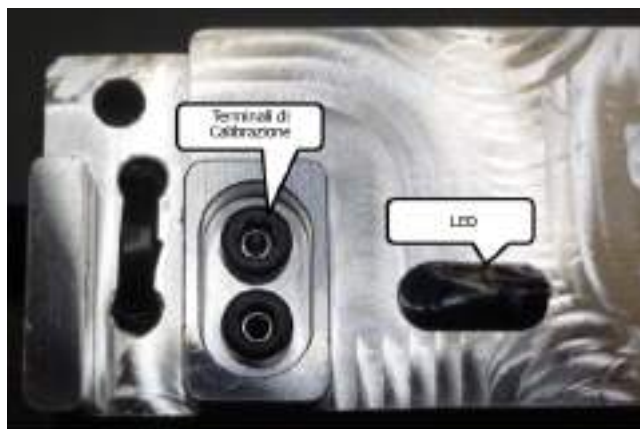

Figura 4
2. collegare i terminali di calibrazione sul simulatore del giunto viscoso utilizzando un cavo corto (non fornito) per collegare i due pin. Rimuovere il cavo dopo 10 secondi. Figura 4.